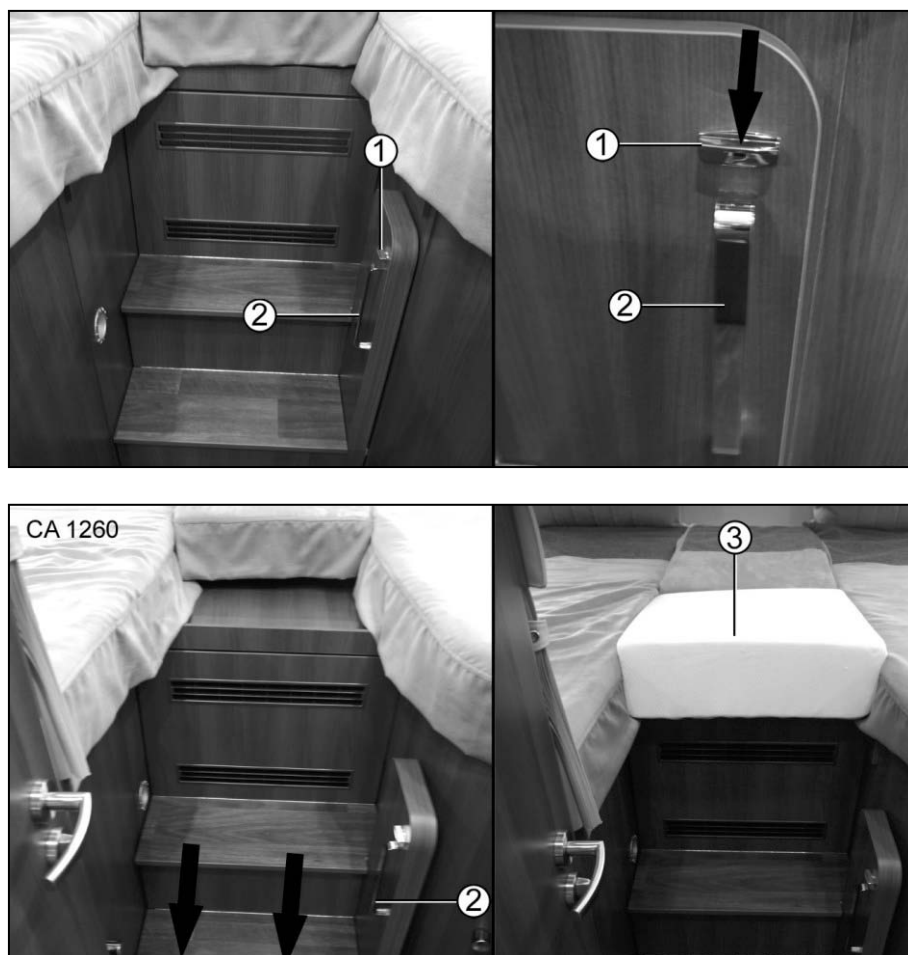

Fig. 92 Transformation du lit
1. Actionner l'interrupteur (Fig. 92/1).
2. Tirer la marche avec la poignée (Fig. 92/2) en direction de la cabine jusqu'à ce qu'elle encliquette.
3. Placer un coussin d'appoint (Fig. 92/3) sur la surface libre.